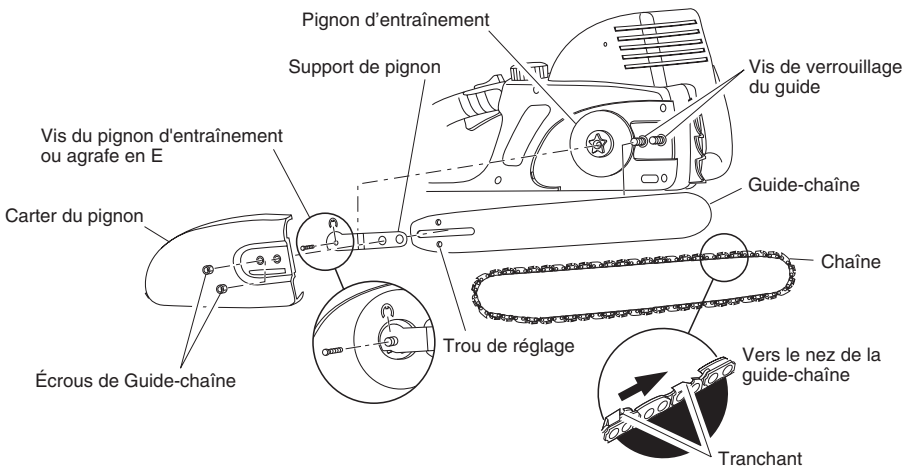

Figure 4 - Montage de la guide-chaîne et de la chaîne
3. Desserrez et retirez la vis du pignon d'entraînement ou l'agrafe en E de l'arbre (voir la Figure 4, page 46). Retirez le support du pignon.
6. Placer la chaîne autour du pignon d'entraînement, ensuite le long de la rainure supérieure du guide-chaîne et autour du nez du guide-chaîne. *Note* : S'assurer que la face tranchante des maillons de la chaîne soit placée dans la bonne direction. Placer la chaîne de façon à ce que la face coupante des maillons sur le secteur supérieur du guide-chaîne soit dirigée vers le nez du guide-chaîne (voir la figure 4, page 46, et le voyant sur le capot latéral de la tronçonneuse).
9. En tournant le bouton de tensionnement (modèle 107625-01, -02, 111174-01) ou la vis de tensionnement (modèle 107624-01, -02), déplacez le bec jusqu'à ce qu'il soit aligné (inséré) dans l'orifice de réglage rond de la barre de guidage (voir les Figures 4, 5 et 6). Le fait de tourner la molette ou la vis de tension dans le sens inverse des aiguilles d'une montre déplace la barre de tension vers l'arrière du guide-chaîne. Le fait de tourner la molette ou la vis de tension dans le sens des aiguilles d'une montre déplace la barre de tension vers l'avant du guide-chaîne.